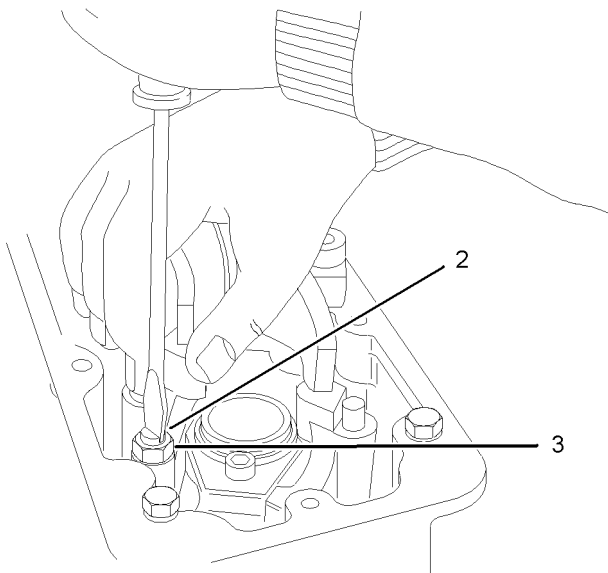

Abbildung 43
4. Die Sicherungsmutter (3) lösen. Die Schraube (2) so einstellen, dass die feste Seite der Brücke das Ventil berührt. Von Hand Druck auf die Brücke ausüben. Siehe Abbildung 43.
5. Die Schraube so einstellen, dass ein leichter Kontakt mit dem Ventil hergestellt wird. Die Sicherungsmutter (3) mit 35 Nm (25 lb ft) festziehen. Darauf achten, dass die Schraube sich nicht verdreht hat.